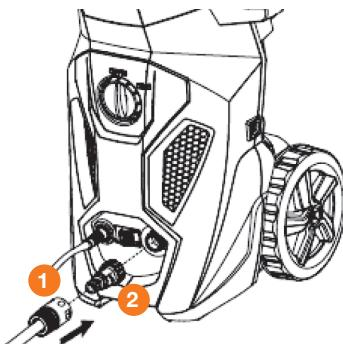
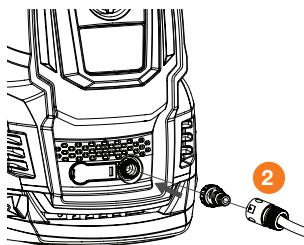
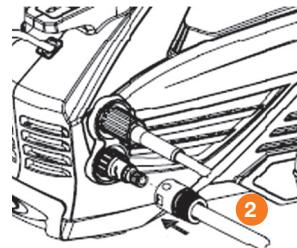

Рис. 13
Рис. 15
Рис. 16
4. Удалите транспортировочную заглушку (если она установлена) со штуцера подвода воды и накрутите на него фильтр. Закрепите шланг подачи воды ② (не входит в комплектацию) **DAW 400 / 450 / 500 / 550** (Рис. 13), **DAW 625 / 650 / 675** (Рис. 15), **DAW 700 / 725 / 750 / 775** (Рис. 16). Фильтр должен быть всегда установлен на входном штуцере для предотвращения попадания сторонних частиц, которые могут повредить насососную часть мойки.